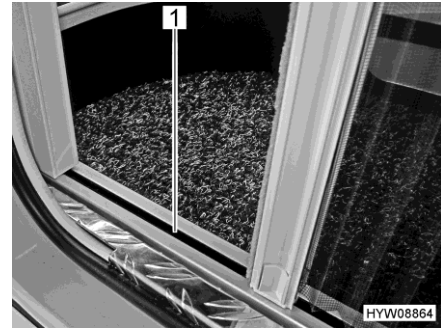

Fig. 36 Protección contra insectos (guía inferior)
- ▷ Agarrar el agarradero con ambas manos para cerrar y abrir. De este modo, se reduce el riesgo de que la protección contra insectos quede agarrotada en las guías (Fig. 36,1).